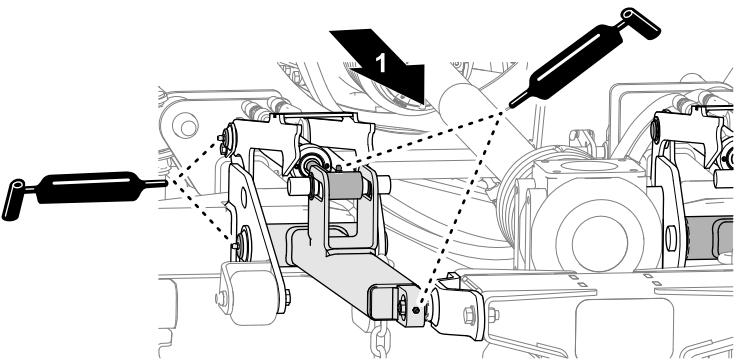

Figura 53
- Applicate il grasso a bracci di sollevamento e cilindri idraulici e ai montanti di impatto del piatto di taglio centrale (Figura 53).
Applicate il grasso specificato al raccordo di ingassaggio nei 3 mandrini su ciascun piatto di taglio (Figura 53).